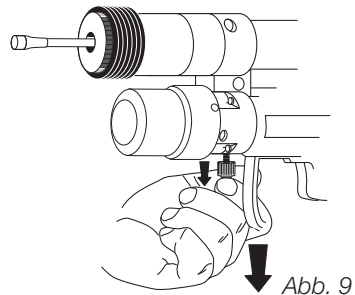

Abb. 9
3. Die Schutzmutter nach unten bis zur Auslösung der Antilockiereinrichtung ziehen (Abbildung 9).